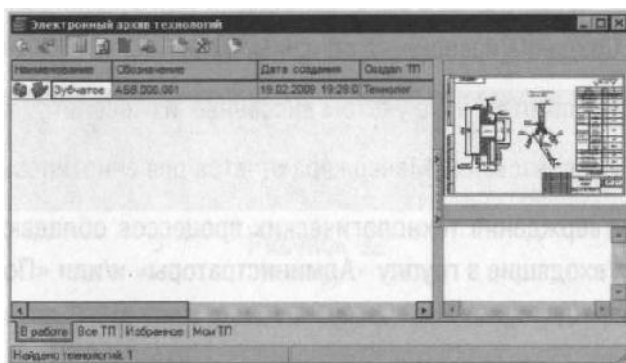

Рисунок 89
46. В результате сохранения ТП в Электронном архиве на экране откроется вкладка **В работе** электронного архива (рис. 89).